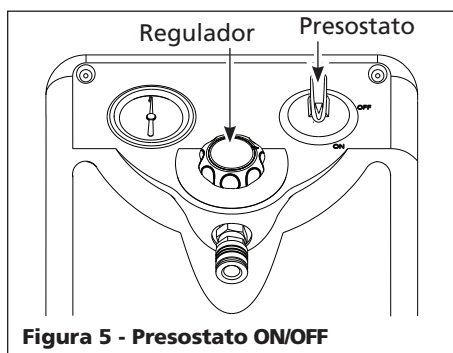

Figura 5 - Presostato ON/OFF
- Presostato** - Presostato ON/OFF (Figura 5) - En la posición ON (encendido) el compresor se apaga automáticamente cuando la presión del tanque alcanza el nivel máximo fijado en la fábrica. En la posición